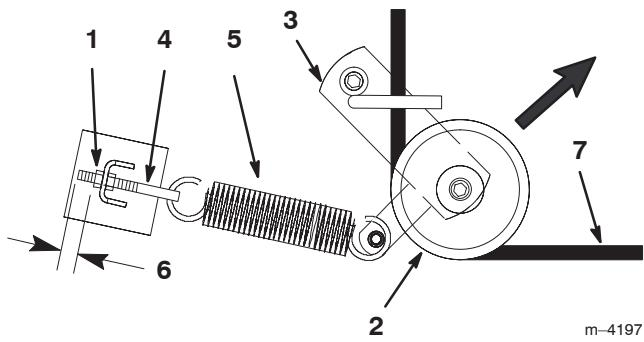
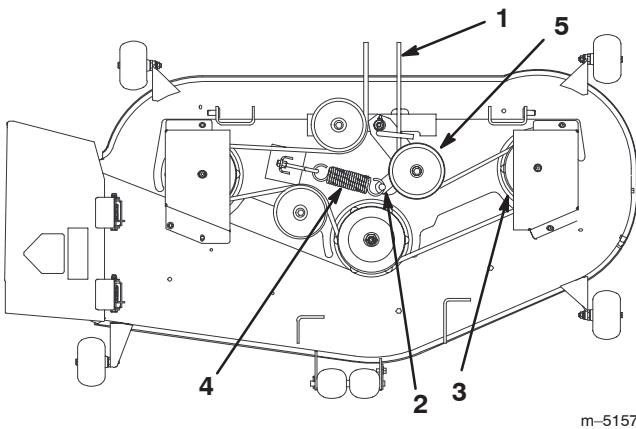

Figure 42
Figure 43
4. Tirez la poulie de tension dans la direction indiquée à la Figure 42 et retirez la courroie des poulies.
5. Faites passer la courroie neuve dans le bras de tension et autour de la poulie de tension (Fig. 42).
- Tirez la poulie de tension dans la direction indiquée à la Figure 42 et acheminez la courroie autour des autres poulies (Fig. 43).
Remarque : Vérifiez qu'une longueur de 3 mm (1/8 pouce) de filetage du boulon à œil est visible (Fig. 42).